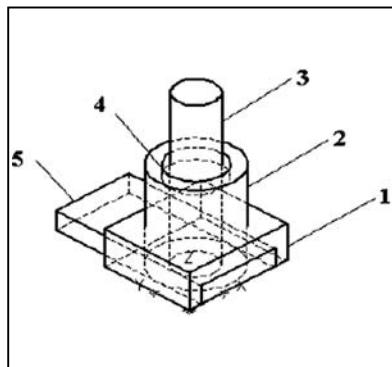

Рис. 5.13. Создание твердотельного примитива
7. Выполнить вычитание: *«Редактировать» / «Редактирование тела» / «Вычитание»* (рис. 5.13).